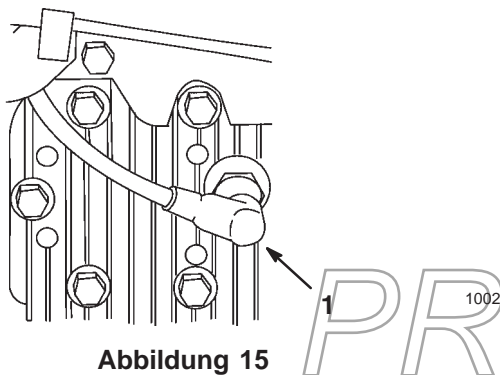

Abbildung 15
1. Den Motor abstellen und das Kabel von der Zündkerze abziehen (Abb. 15).